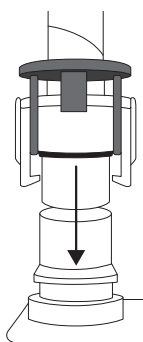

図 9
- 2) 取り付けする時はカプラー⑦またはエアータイトキャップ⑪をカプラー接続口⑩に「カチッ」と音がするまで押し込み(図9)、爪が確実に引っ掛かっていることを確認する。(図10)